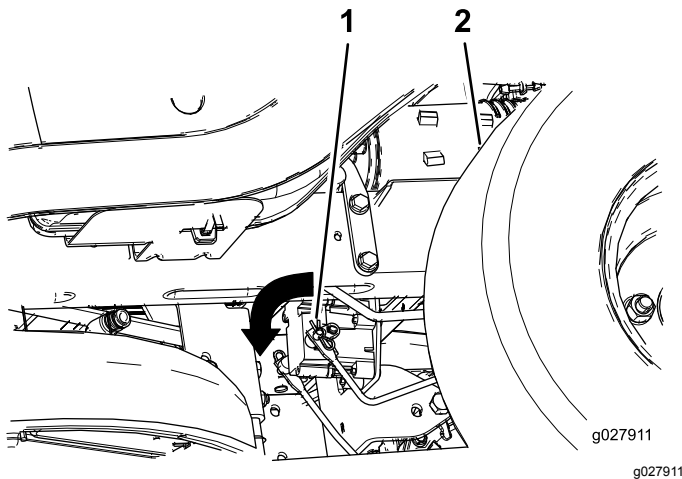

Figure 44
2. Localisez les arbres au point où les bras de liaison sont connectés de chaque côté du frein (Figure 44).